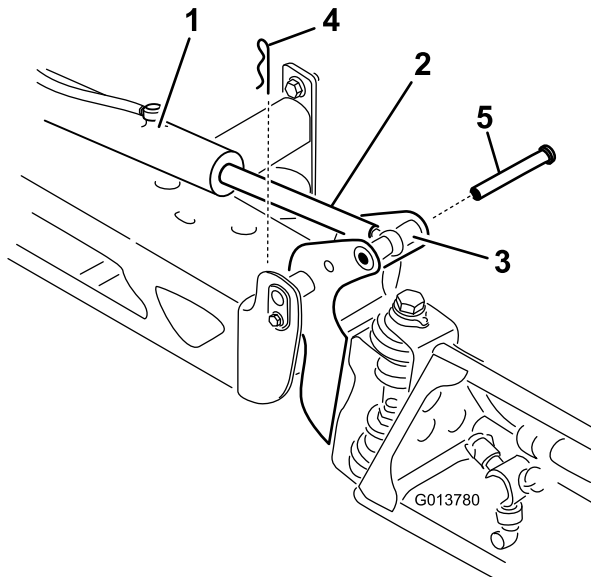

Figure 150
2. Retirez la goupille fendue de l'axe de pivotement (Figure 150).
3. Élevez la rampe et retirez l'axe (Figure 150), puis abaissez lentement la rampe au sol.
9. Tout en maintenant la rampe, insérez l'axe dans le pivot de rampe et la tige du vérin (Figure 150).